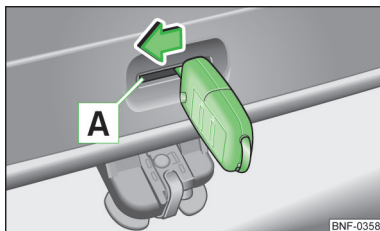

Fig. 121
- › Introduceți cheia n fanta A » fig. 121 din capitonaj, pnă la capăt.